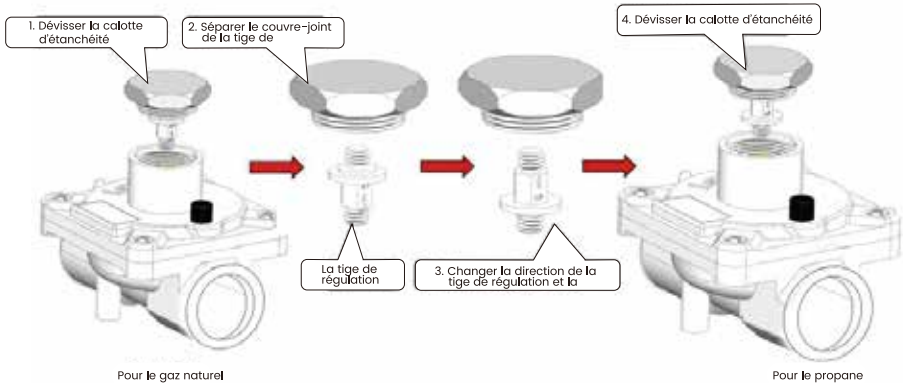

Fig.21
6. Tester la pression de sortie. La pression requise doit être de 10±1 inH₂O. Au cas où la pression ne peut pas satisfaire les exigences, il faut dévisser l'écrou du régulateur de pression suivant la Fig.21, tourner légèrement pour ajuster la pièces en plastique blanc à l'intérieur du régulateur de pression.
8. De même, lorsque la plaque est utilisée sous l'état de GN, tourner la flèche marquée GN vers le haut et la serrer au bouchon à vis (Fig.21). Répéter l'opération ci-dessus. La pression de sortie requise doit être de 4 ± 1 inH₂O